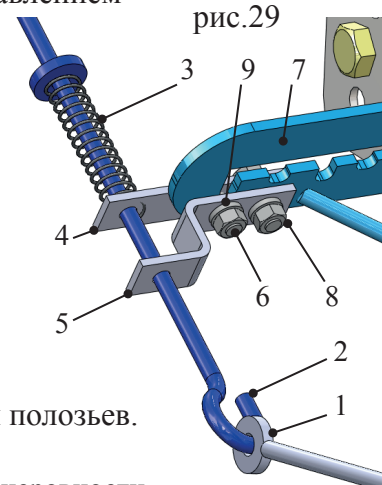

рис.29
Надеть на ручку: пружину (3), прямой кронштейн (4)*, кронштейн (5)*. Установить кронштейны (4) и (5), с помощью двух болтов (6) на гребенку переключения скоростей (7) и закрепить гайками (8) через шайбы (9) как показано на рис.29.
* - см. стр. 5; (4) - 005.50.1909, (5) - 005.50.1908.